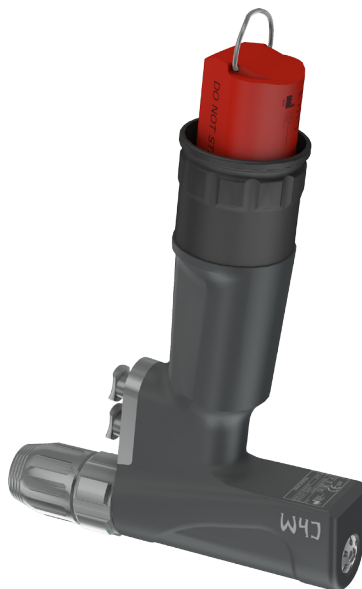

Рис. 1. Привод с установленной накладкой стерильной и размещенным аккумулятором
3. Второе лицо (*в нестерильной одежде*) осторожно вводит через стерильную накладку нестерильный аккумулятор для привода (Рис. 1). Необходимо сильно нажать на аккумулятор, чтобы убедиться, что он правильно разместился в приводе. При установке следует убедиться, что он правильно установлен, и что лицо не одетое в стерильную одежду не сталкивается со стерильной внешней стороной корпуса привода.
Привод должен находиться в вертикальном положении (Рис. 1), чтобы предотвратить аккумулятор от выпадения на пол.